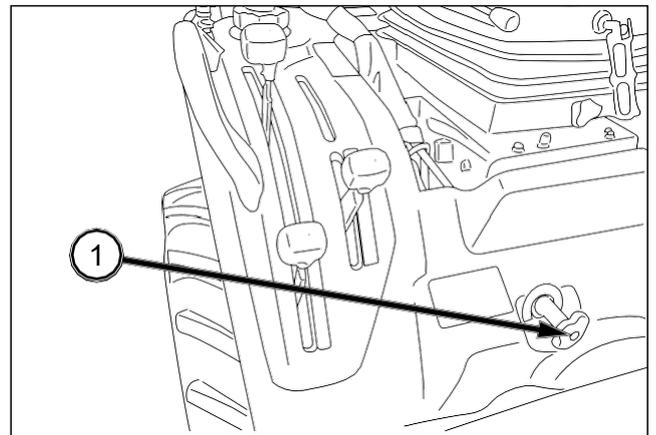

FIG. 54
FIG. 54: La rueda (1) regula la velocidad de bajada del enganche de tres puntos. Al girar la rueda en sentido horario, el tiempo de bajada aumenta; disminuye cuando está en sentido antihorario. Al girar la rueda al máximo en sentido horario, el equipo (o el enganche) está bloqueado en posición levantada para el transporte.